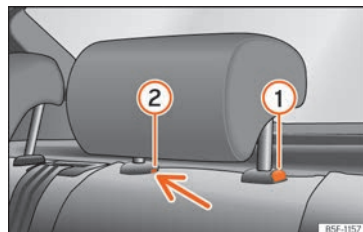

Fig. 110 Appui-tête arrière : démontage.
- Appuyez sur la touche » fig. 110 ①, en appuyant en même temps sur l'orifice de sécurité ② avec un tournevis plat de 5 mm de largeur maximum et retirez l'appui-tête.